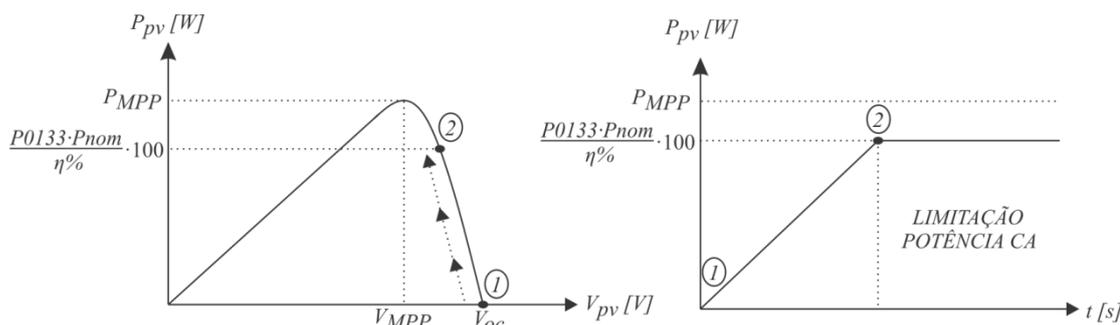

Figura 5-8 - Limitação da potência de saída CA.
- Essa funcionalidade é utilizada quando deseja-se limitar a potência ativa de saída CA do SIW700. O ajuste da máxima potência de saída CA é feita através de P0133, que é configurado em porcentagem da potência aparente nominal (P0298). Quando a incidência solar cair e o SIW700 sair da condição de limitação de potência CA, o software realiza um novo SWEEP para detecção do MPP global. Não recomenda-se ajustar esse parâmetro abaixo de 10%. É importante salientar que na Figura 5-8 o parâmetro P0133, por ser relativo à saída do inversor, está sendo dividido pela sua eficiência ($\eta\%$), para ser representado em um gráfico referente à potência de entrada do inversor (P_{pv}). A cada início de dia o valor ajustado em P0133 será sobre-escrito pelo valor presente em P0134, para evitar que configurações de limitação do dia anterior fiquem salvos no SIW700 e limitam a potência gerada desnecessariamente. Se o usuário necessita que a cada início do dia o inversor inicie sua operação considerando a limitação presente em P0133 no dia anterior, deve também introduzir esse mesmo valor em P0134.